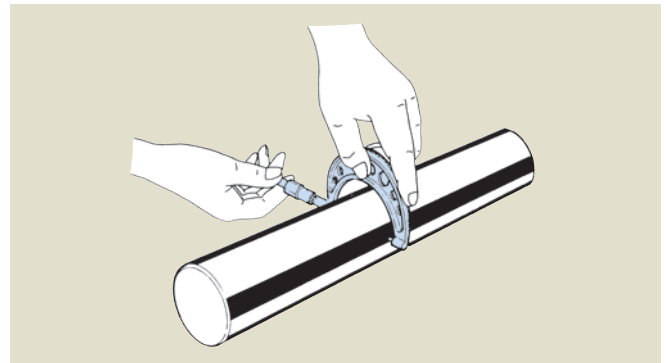

図3
- (2) 取付ける軸受とアダプタの形式および呼び番号を確かめ、軸径に適合した形式・寸法であることを確認します。
- (3) アダプタを取付ける軸を清浄にし、また軸径が所定の寸法許容差および形状誤差内にあるかを測定して確認します (図3参照)。
- (4) アダプタは防せい(錆)剤が塗布されているので、包装より取出して白灯油を含ませた清潔なウエスで油脂を拭き取ります。
- (5) 締付けにより生じる強い面圧でかじりなどの損傷の発生を防